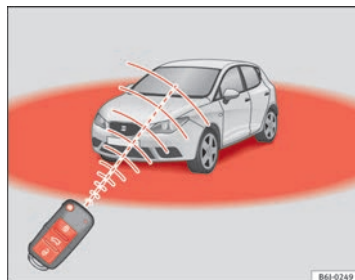

Fig. 47 Périmètre d'action de la radiocommande
D'autre part, le témoin de la pile de la clé \Rightarrow fig. 47, clignotera.
- La radiocommande fonctionne uniquement lorsque vous vous trouvez dans son périmètre d'action ⇒ fig. 47.